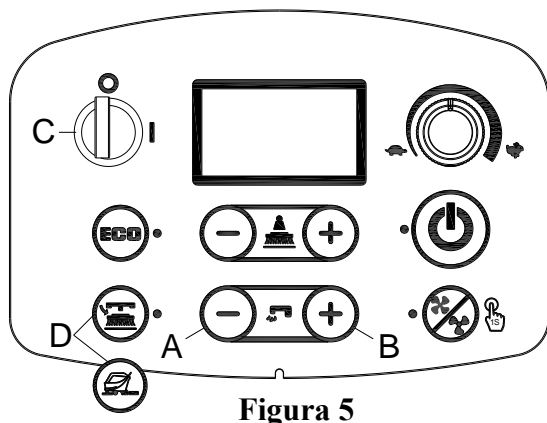
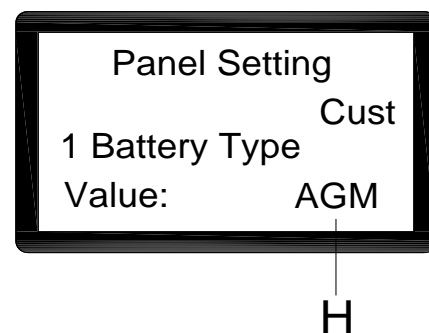

Figura 5
Figura 6
1. Premere contemporaneamente il pulsante del flusso d'acqua "+" (A, Figura 5) e "-" (B, Figura 5).
2. Inserire la chiave di accensione (C, Figura 5) e portarla su "I".
3. Trascorsi alcuni secondi accedere alla schermata di selezione della modalità batteria (Figura 6)
4. Premere contemporaneamente il pulsante del flusso d'acqua "-" (A, Figura 5) e "+" (B, Figura 5). per selezionare la modalità batteria (H, Figura 6)
5. Premere il pulsante di sgancio per la versione con spazzole a disco o il pulsante preparazione pavimento per la versione orbitale (D, Figura 5), Dopo 3 secondi viene visualizzato "Update OK" (Aggiornamento OK) che significa che l'impostazione è riuscita, accendere per riavviare. (C, Figura 5)